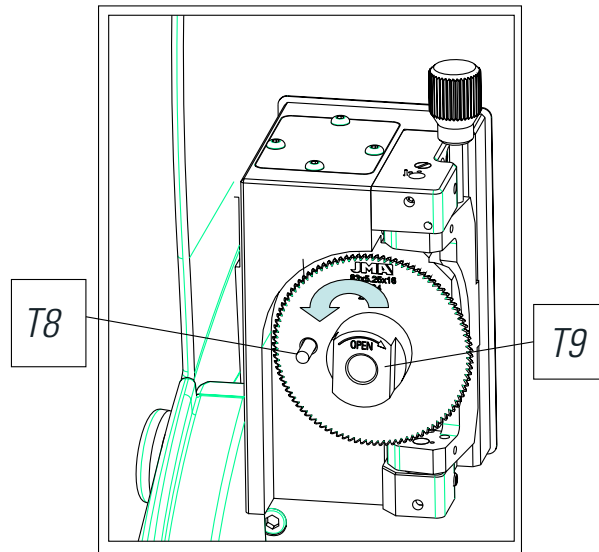

FIG. 24
- 3) Introducir la varilla de bloqueo (T8), la cual esta en la caja de accesorios. (Fig.24)